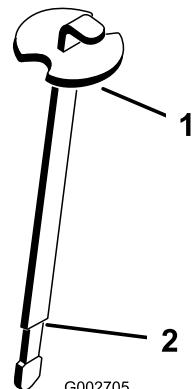

Рисунок 9
**Примечание:** Уровень жидкости должен достигать метки (суженной области) на щупе (Рисунок 9).